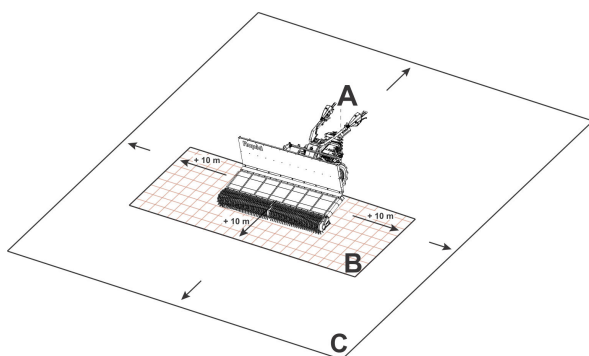

Abb. 21: Gefahrenbereiche
- Der Arbeitsbereich befindet sich am Bedienholm (Abb. 21/A).
- Der Gefahrenbereich (Abb. 21/B) wird vom Anbaugerät ausgehend definiert:
In Hanglagen über 40 % Neigung können die Maschine samt Anbaugerät abrutschen oder umstürzen, wodurch sich der Gefahrenbereich um den Absturzbereich C (Abb. 21) erweitert.